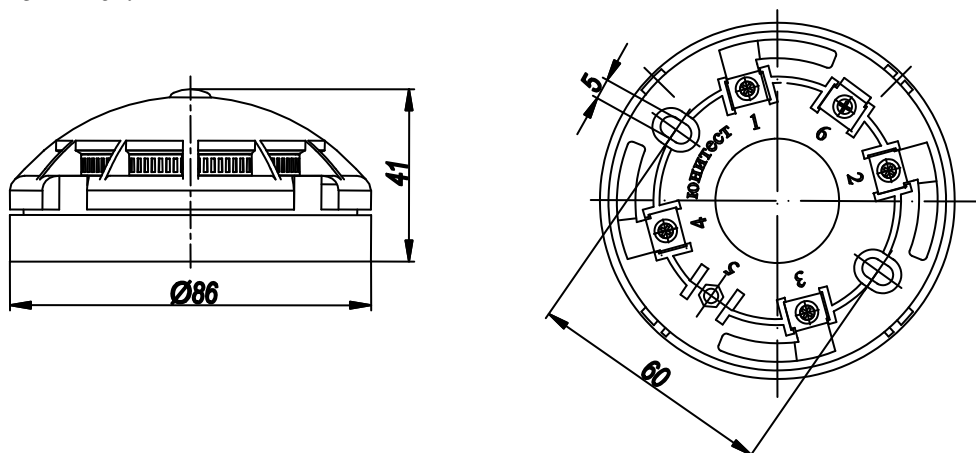

Рис.1. Габаритные и установочные размеры извещателя.
1.11. В двухпороговых шлейфах сигнализации для формирования сигнала "ПОЖАР-1" (ВНИМАНИЕ) обычно последовательно с извещателем устанавливают дополнительный резистор. В ИП212-90 дополнительный резистор номиналом 1,5кОм установлен внутри извещателя и включен между клеммами 1 и 2, что позволяет упростить работы по монтажу извещателей при их работе с ПКП типа "Сигнал-20П", "Сигнал 20П SMD", "ВЭРС", "Гранит", "Минитроник 8/24", адресными метками системы "Юнитроник". Для формирования извещений «ВНИМАНИЕ» или «ПОЖАР» применяются соответствующие схемы включения извещателя, показанные на рис.1 и 2.